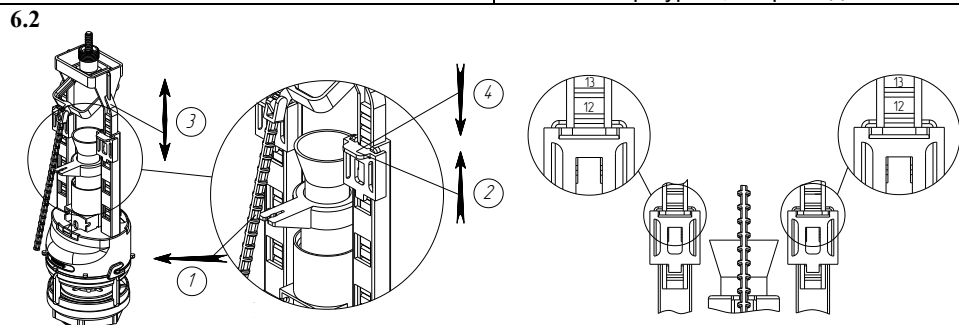

**Рисунок 4 - Варианты крепежа**
**6.8** Установка бачка смывного на унитаз. Закрепить бачок на унитазе с помощью одного из вариантов крепежа (см. рисунок 4) установка крепежа (а), (б), (в) установка крепежа (г)